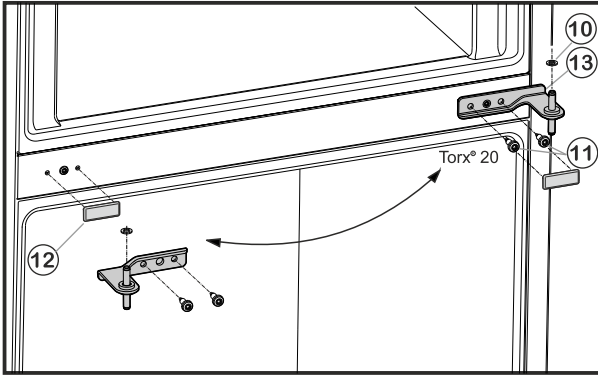

Fig. 6
- ▶ Odšroubujte upevňovací šrouby *Fig. 6 (11)* (2 x Torx® 20) a stojan ložiska uprostřed vytáhněte ze spodních dvířek.
- ▶ Vyměňte plastovou podložku *Fig. 6 (10)*.
- ▶ Kryt *Fig. 6 (12)* opatrně stáhněte.
- ▶ Kryt *Fig. 6 (12)* opět nasadte na protilehlé straně.
- ▶ Prostřední stojan ložiska *Fig. 6 (13)* otočený o 180° nasadte do spodních dvířek a našroubujte jej pomocí upevňovacích šroubů *Fig. 6 (11)* (2 x Torx® 20) pevně na novou stranu závěsu dveří **(4 Nm)**.
- ▶ Opět nasadte plastovou podložku *Fig. 6 (10)*.
- ▶ Horní dvířka usadte na prostředním ložiskovém čepu *Fig. 6 (13)*.